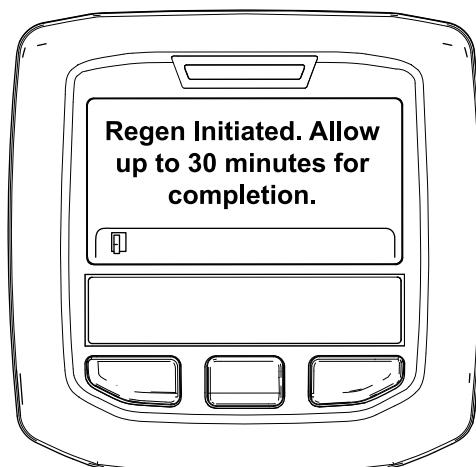

Figura 40
- Si la regeneración está permitida, en el InfoCenter se muestra el mensaje “Regeneración iniciada. Esperar 30 minutos para que se complete”, espere a que la máquina complete el proceso de regeneración en estacionamiento (Figura 40).